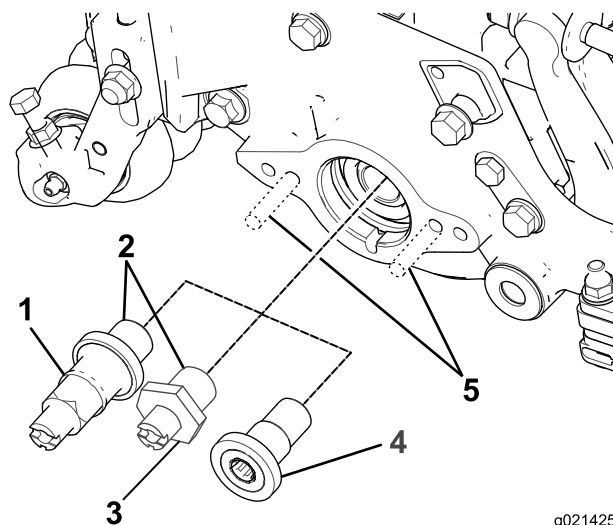

Figura 6
11. Retire o adaptador de rosca da unidade de corte e deite fora (Figura 6).
13. Aplique Loctite 242 (azul) nas roscas do veio da transmissão (Figura 6) e instale o veio, apertando-o a 115–128 N·m.